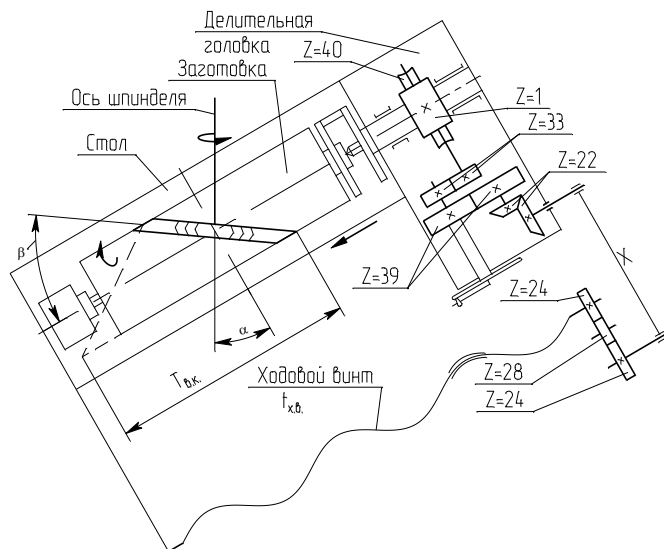

Рис. 7
3. Настройка для случая фрезерования винтовых канавок (рис. 7)
- 4 Настроить делительную головку (рис. 7) на получение 45 винтовых зубьев модуля 4; угол наклона зубьев $\alpha=20$ град.; $t_{\text{д.д.}}=6$ мм.